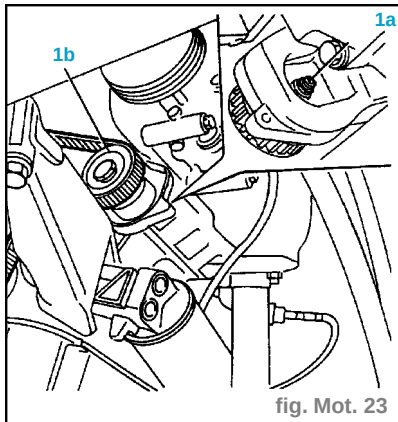

fig. Mot. 23
- Dévisser l'écrou de fixation (1a) du tendeur de courroie des arbres d'équilibrage (1b), de sorte à desserrer la courroie puis, à le détacher (fig. Mot. 23).